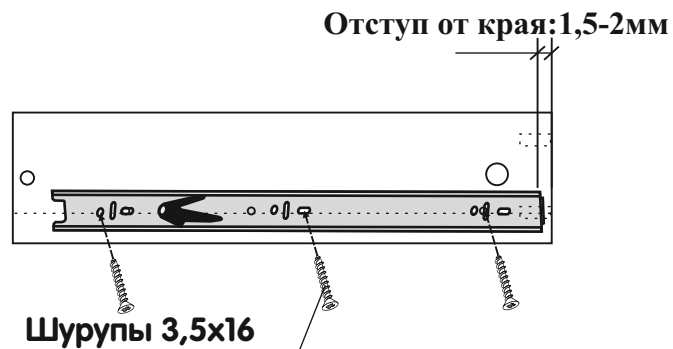

Рис.4
2.Приложить направляющую к каждой боковой стенке ящика так, чтобы центры отверстий направляющей совпали с линией на боковой стенке ящика, выдержав размеры, показанные на рис.4.
3.Крепить направляющую к каждой боковой стенке ящика шурупами 3,5х16-3шт. (см. рис.4).Отступить от переднего края 1,5-2мм , разметить и накернить соответствующие отверстия.